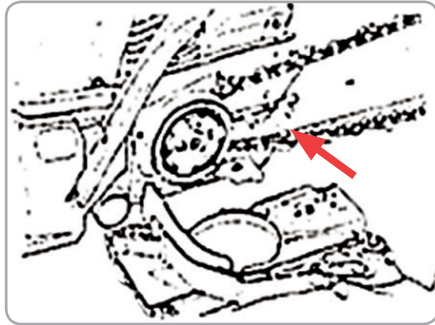

Fig.4
- Trageți lanțul la pinion și, în timp ce montați lanțul fierăstrăului în jurul barei de ghidare, montați bara de ghidare pe unitatea de alimentare. Reglați poziția piuliței de tensiune a lanțului pe capacul lanțului la gaura inferioară a barei de ghidare (fig.4).